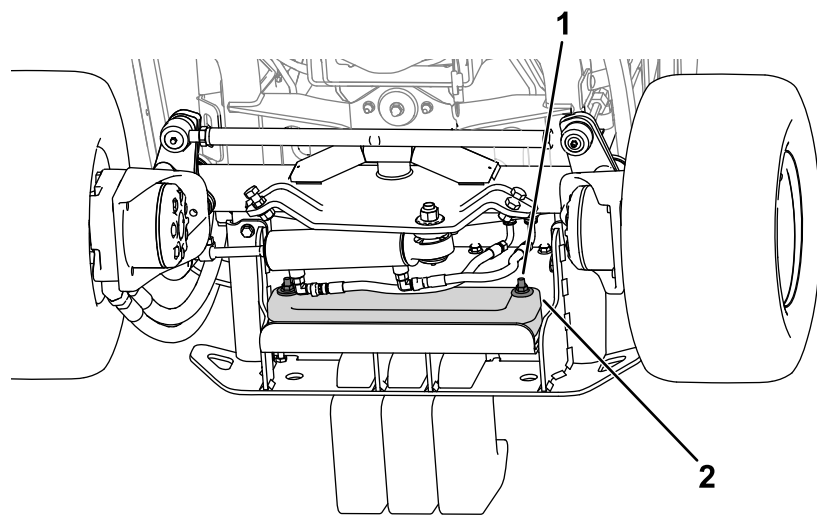

Figura 21
- 2. Utilice las fijaciones para sujetar los pesos al parachoques (Figura 21).